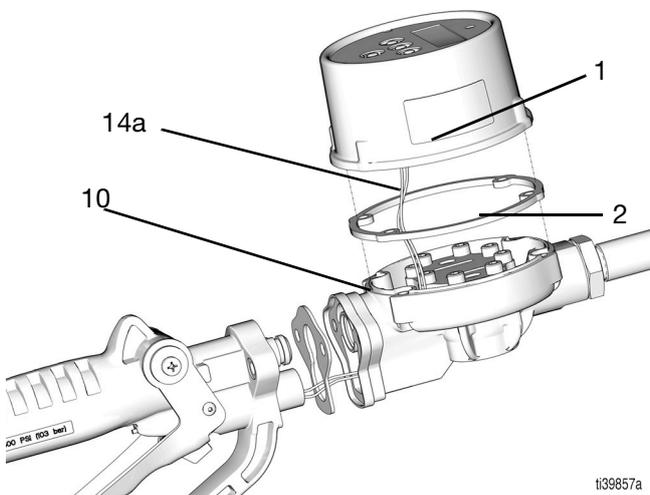

FIG. 39
- Desmonte el bisel (1) en el alojamiento del medidor (10), (FIG. 39).
18. Coloque el bisel (1) de forma que la pantalla quede en posición vertical cuando sujete la válvula.
19. Vuelva a montar el bisel (1) en el alojamiento del medidor (10), consulte la FIG. 39 en la página 19.